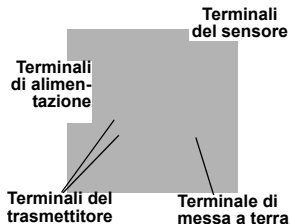

Figura 1. Schema elettrico del sensore del trasmettitore
3. Collegare i fili del sensore come indicato nella Figura 1.